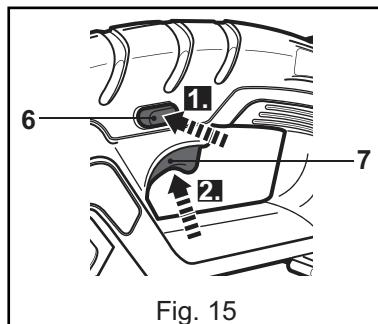

Fig. 15
## MISE SOUS/HORS TENSION (Fig. 15)
- Appuyez sur chaque côté du bouton de déverrouillage (6) et maintenez-le dans cette position.
- Appuyez sur le commutateur marche/arrêt (on/off) (7) pour mettre l'appareil sous tension (Fig. 15).
- Relâchez le commutateur marche/arrêt (on/off) (7) pour mettre l'appareil hors tension. (Fig. 15).
## Contrôle de la vitesse (Fig. 15).